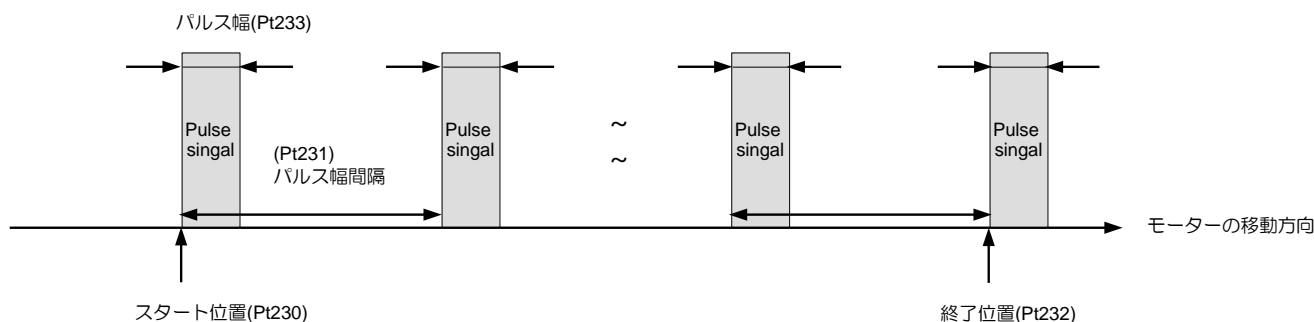

図 8.13.1
E2 シリーズドライバーは、位置トリガー (PT) 機能を提供します。この機能は、固定間隔パルストリガー、ランダム間隔パルストリガー、およびランダム間隔パルストリガーステータスモードをサポートします。パルストリガー出力を例にとると、モーターが設定位置に移動すると、ドライバーは同時にパルス信号を出力します。図 8.13.1 に示すように、パルス信号の幅と極性はユーザーが定義できます。詳細な仕様と機能の説明については、表 8.13.1 を参照してください。位置トリガー機能にはヒューマンマシンインターフェースがないため、関連パラメーターを PDL または MPI 経由で設定する必要があります。位置トリガーデジタル出力 (PT) 信号のハードウェアピンは CN6 46 および 47 (3.3 V/20 mA) です。ユーザーがそのような電圧レベルをサポートできない場合は、信号をデジタル出力 O1 ~ O5 (24 V) に割り当てることができます。ポジショントリガー (PT) 機能は主に、レーザー装置、ラインスキャンカメラ、リソグラフィ装置など、高速・高精度の加工で同時にインポジション信号を必要とするアプリケーションで使用されます。
モーターが設定された開始位置 (Pt230) に移動すると、ドライバーは同期して最初のパルス信号を出力します。モーターが次のパルス間隔(Pt231)の位置に移動すると、ドライバーは次のパルス信号を出力します。図 8.13.1 に示すように、モーターがエンド位置 (Pt232) を超えるまで、ドライバーは同期してパルス信号を順次出力します。